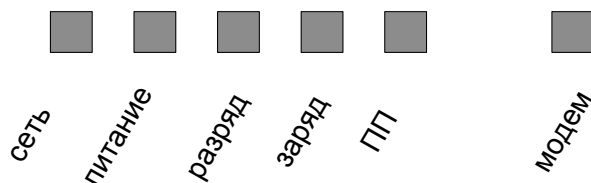

Рисунок 1 – Светодиодная линейка
2.5.1 Контроль работы РШ осуществляется при помощи светодиодной линейки расположенной на его передней панели (рисунок 1).